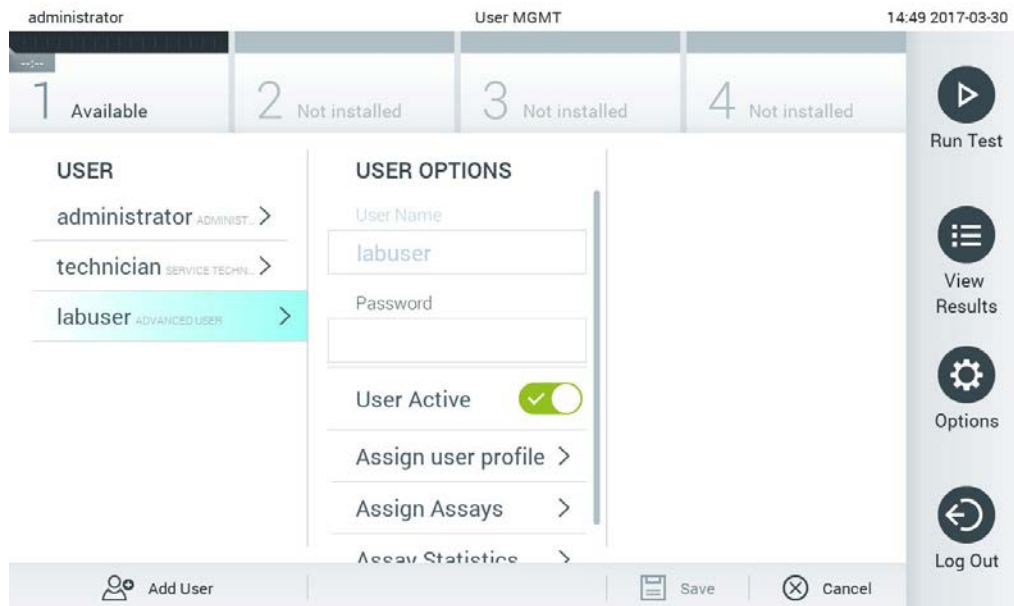

Figura 53. Selezione e gestione degli utenti.
2. Selezionare l'utente da gestire dall'elenco nella colonna di sinistra dell'area dei contenuti (Figura 53).